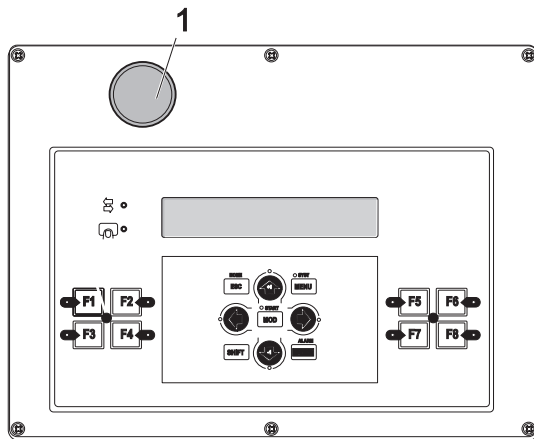

Figura E.1: Aparelho de comando
- no aparelho de comando (1, figura E.1)